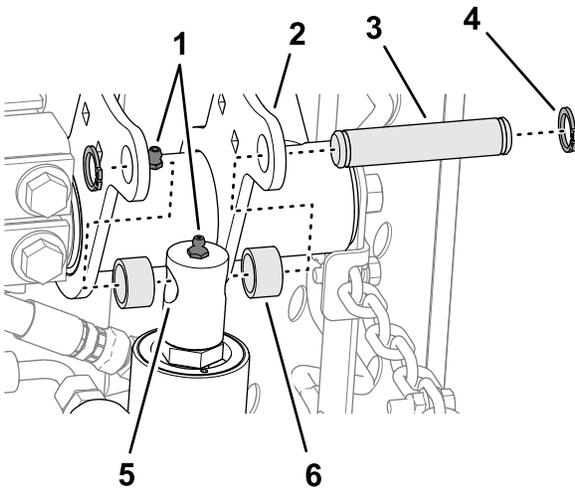

图 15
4. 缓慢移动提升油缸杆直到与右提升臂法兰中的孔对齐 图 15。
5. 使用安装销、2 个隔片和 2 个卡环将杆组装到法兰上 图 15。
6. 在提升臂和液压缸的黄油嘴上涂抹 2 号锂基润滑脂 图 15。
1. 将后承载架板中的孔与滚刀组安装板中的孔对齐图 15。